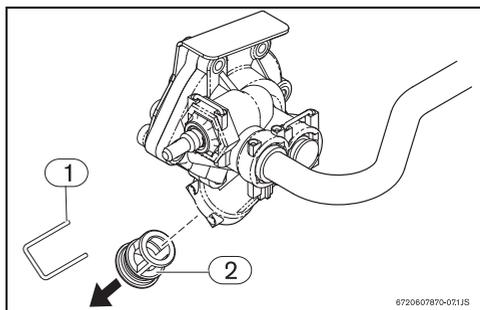

Fig. 8 Purga
- ▶ Retirar el clip de fijación del casquillo del filtro (Fig. 8, [1]) situado en el automático de agua.
- ▶ Retirar el casquillo del filtro (Fig. 8, [2]) del automático de agua.
- No debe instalarse el aparato en locales donde la temperatura ambiente pueda bajar de los  $0^\circ\text{C}$ . Si existe riesgo de congelación, apague y vacíe el aparato ( $\rightarrow$  Fig. 8).